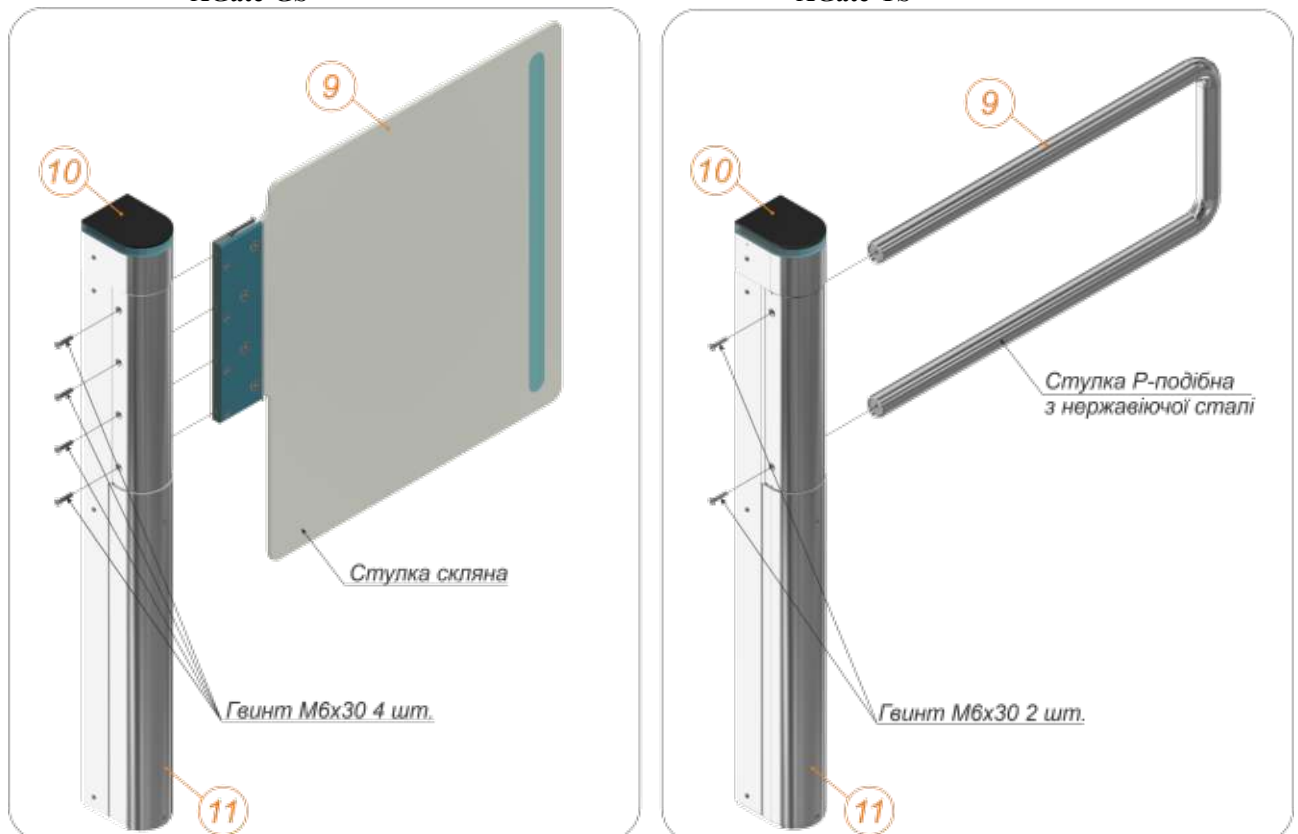

Рис.19 – Загальний вид з'єднання стулки на турнікет-хвіртки XGate-GS та XGate-TS
- 9- Встановити стулку на вал (Рис.19). Скляна стулка в турнікеті XGate-GS, XGate-GSH й пластикова стулка турнікету XGate-PS кріпляться аналогічно. При необхідності - відрегулювати нульове положення стулки (див.Розділ налаштування положення стулки);